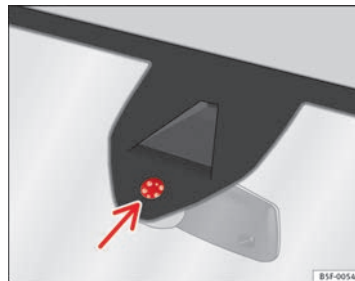

Fig. 73 Superficie sensible del sensor de lluvia.
Las posibles causas de anomalías e interpretaciones erróneas en la zona de la superficie sensible ⇒ fig. 73 del sensor de lluvia son, entre otras: ▶
- Limpie regularmente la superficie sensible del sensor de lluvia y compruebe posibles daños en las escobillas ⇒ fig. 73 (flecha).